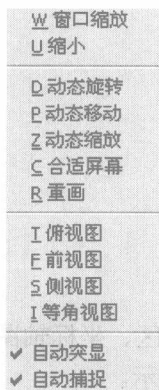

图 1-2 鼠标右键菜单
- ① 用鼠标单击主菜单区中相应的命令项, 如“**C 绘图**”。
- ② 用鼠标单击辅助菜单区或工具栏的命令按钮, 如“”。
- ③ 用键盘输入主菜单区中相应的命令项前面的字母, 如“**C 绘图**”前的“C”。
- ④ 用键盘快捷键输入, 如“Alt+S”组合键。
- ⑤ 用鼠标右键菜单选项。在绘图区单击鼠标右键, 出现如图 1-2 所示菜单, 单击相应的命令。